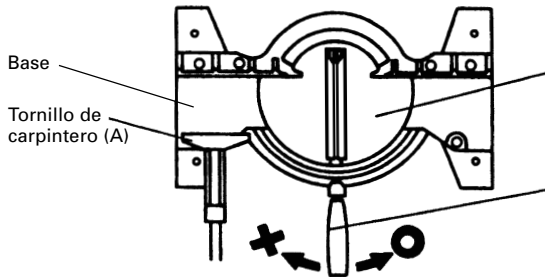
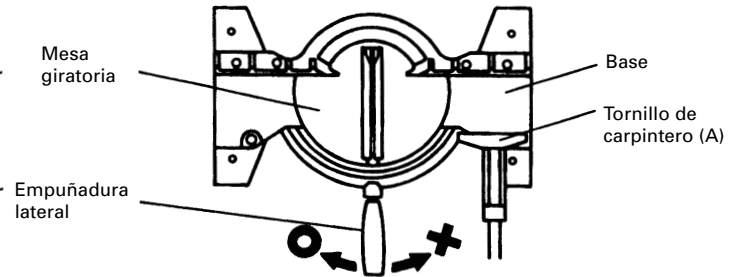

Fig. 17
Fig. 18
⚠ PRECAUCIÓN: Cuando el tornillo de carpintero (A) esté montado a la izquierda de la base, como se muestra en la Fig. 17, gire la mesa giratoria hacia la derecha para iniciar la operación. Cuando el tornillo de carpintero (A) esté montado a la derecha de la base, como se muestra en la Fig. 18, gire la mesa giratoria hacia la izquierda para iniciar la operación.